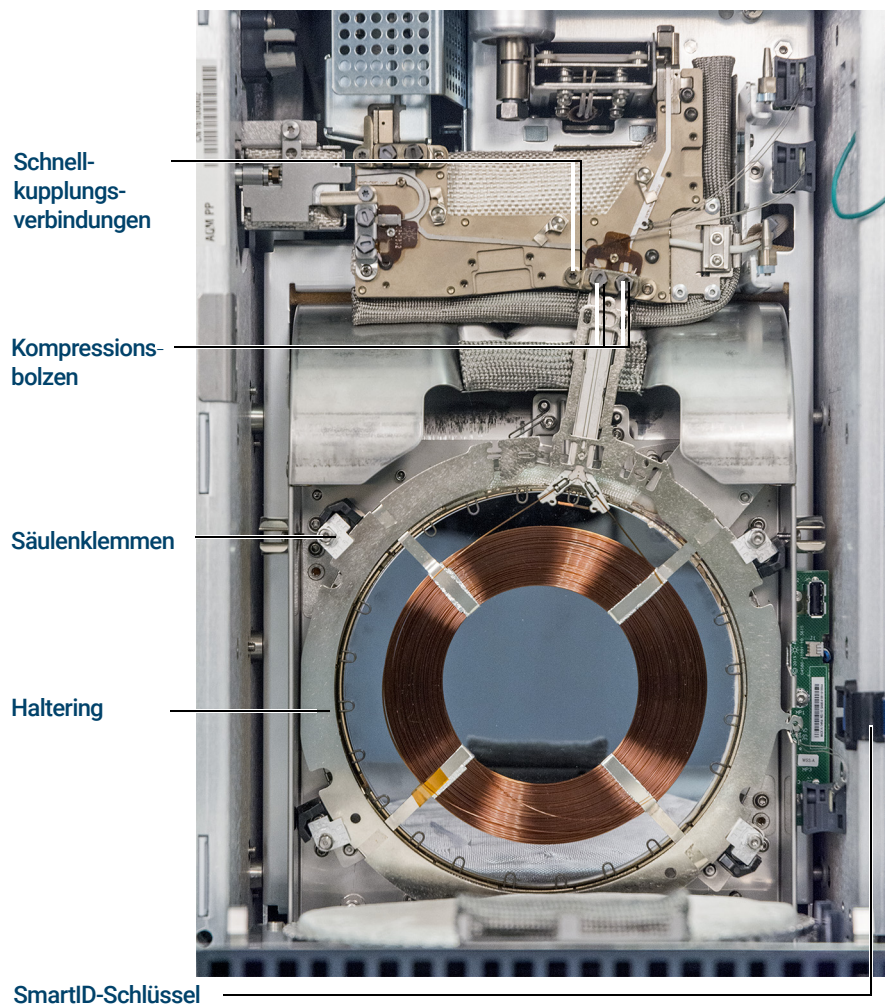

Abbildung 11. 9000 GC-Säule und dafür bestimmte Bauteile
- 7 Schrauben Sie alle vier Säulenklappen mithilfe des Drehmomentschraubers vom Haltering der Säule ab. (Siehe **Abbildung 11.**)